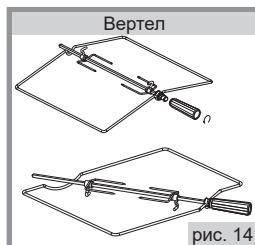

рис. 14
■ В зависимости от комфортности плиты могут комплектоваться вертелем различной конструкции со съемной рукояткой (рис.14). При установке и извлечении использовать рукоятку, которая накручивается на резьбовую втулку.